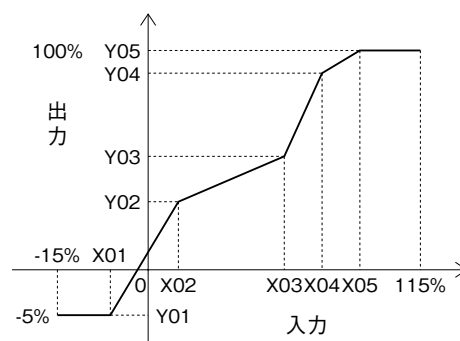

図 1
機能：入出力の関係を16点の折れ点で近似します。折れ点は、入力と出力で一組になります。必要な点のみ、入力 (X) データの小さい順に番号の若い順から設定して下さい。(図1参照)